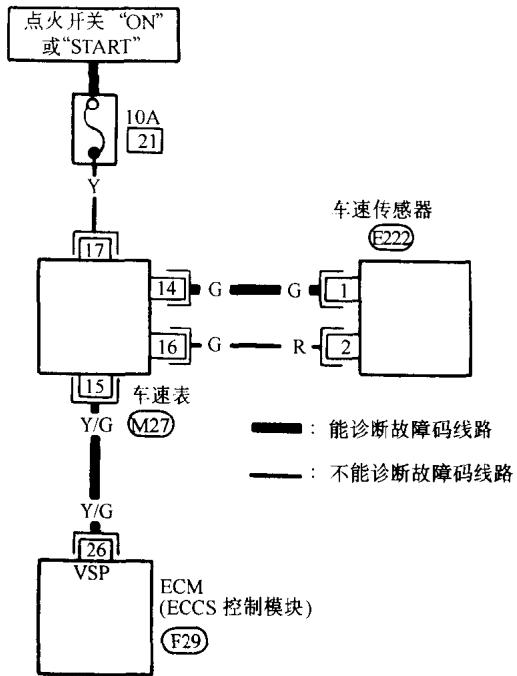

图 0-7 诊断和非诊断电路的表示
(4) 有些电路图中,粗实线所表示的是能诊断故障码的电路;而细实线所表示的电路是不能诊断故障码的电路,如图 0-7 所示。